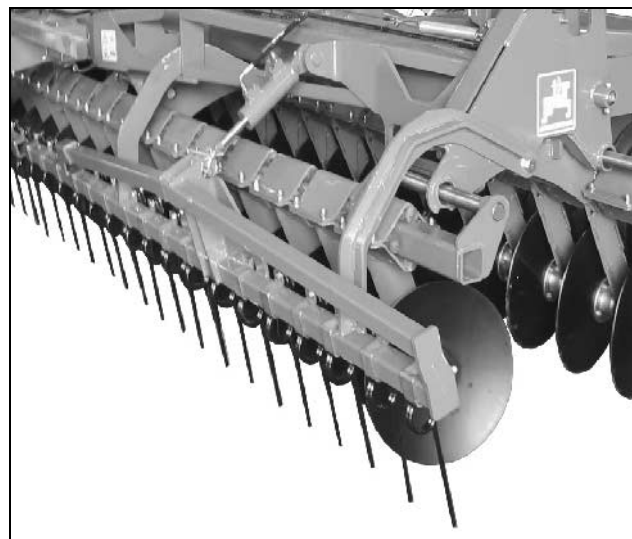

Fig. 39
- Sänk ned halmharven (Fig. 39). Halmen som finns framför halmharven fångas in.